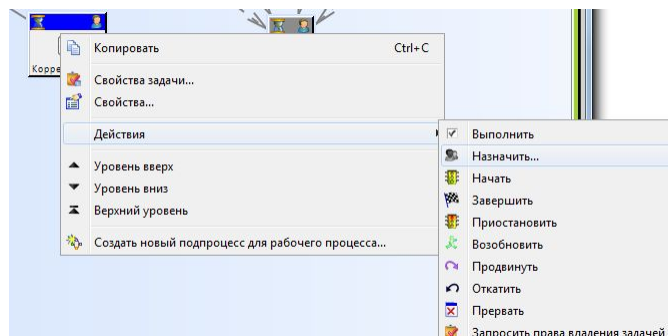

Рис. 52
9.1. По умолчанию на **Корректировку** объект уходит к создателю «рабочего процесса». Проверяющий может назначить другого ответственного за внесения исправлений в объекты. Нового ответственного необходимо назначить в шаблоне «рабочего процесса». Правой кнопкой по **Корректировка** далее **Действия** – **Назначить** (рис.52)